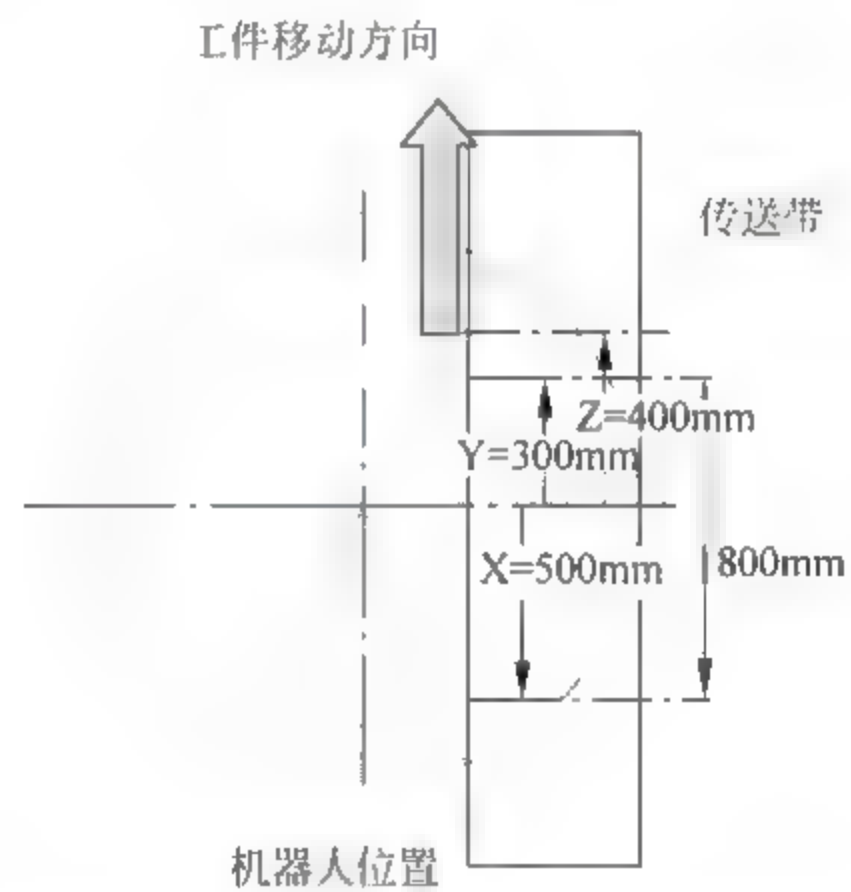

图 29-30 机器人追踪区域及机带关系
(4) 传送带在机器人右侧, 工件移动方向为从后向前, 则设置 PTN 的 X 坐标-5; 追踪区范围 PRNG:  $(X, Y, Z) = (+500, +300, +400)$ , 如图 29-30 所示。